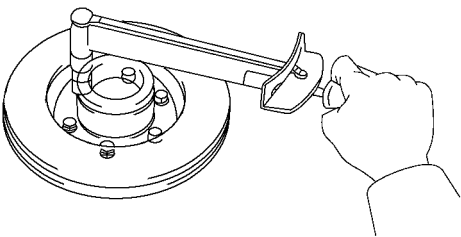

图 15-84 将 1 个新转子盘装到桥毂上
2) 将 1 个新转子盘装到桥毂上，旋紧螺栓，如图 15-84 所示。